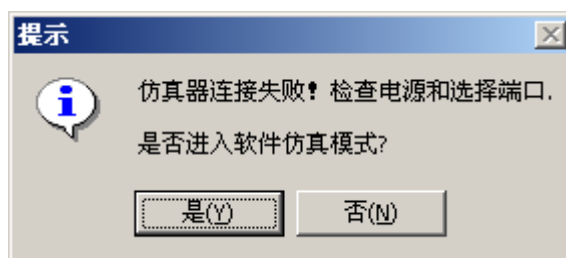

图 4-39 软、硬仿真选择对话框
**注意：**JY2X00 IDE 启动时，会自动检测仿真器的连接及端口状况，如果没接仿真器、计算机与仿真器联接不正常或仿真器电源没打开，会弹出图 4-39 所示的对话框供选择。